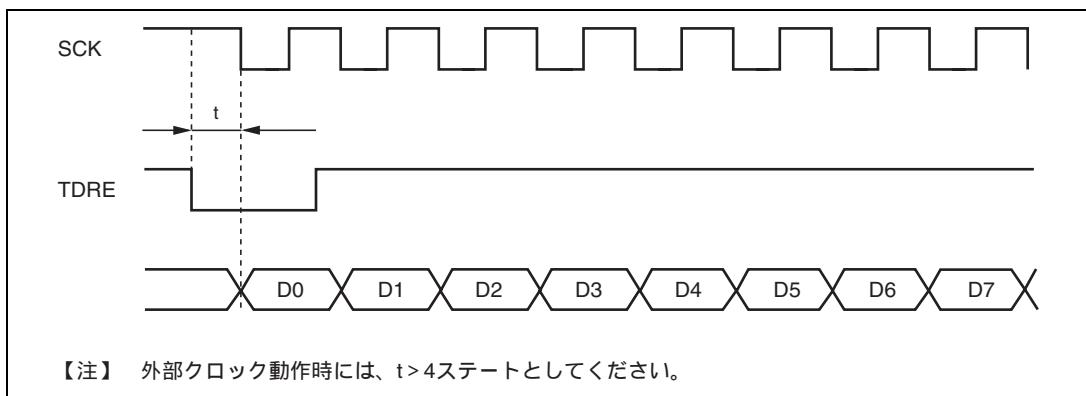

図 13.22 DMAC によるクロック同期式送信時の例
- (1) 同期クロックに外部クロックソースを使用する場合、DMACによるTDRの更新後、 ϕ クロックで5クロック以上経過した後に、送信クロックを入力してください。TDRの更新後4ステート以内に送信クロックを入力すると、誤動作することがあります。(図13.22)
- (2) DMACにより、RDRのリードを行うときは必ずDTCRのDTS2~DTS0ビットで起動要因を当該SCIの受信データフル割り込み(RXI)に設定してください。